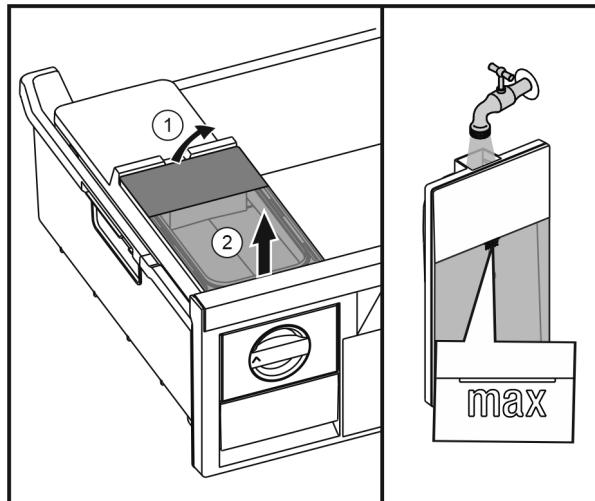

Fig. 38
- Повдигнете резервоара за вода отзад Fig. 38 (1) и извадете нагоре Fig. 38 (2).